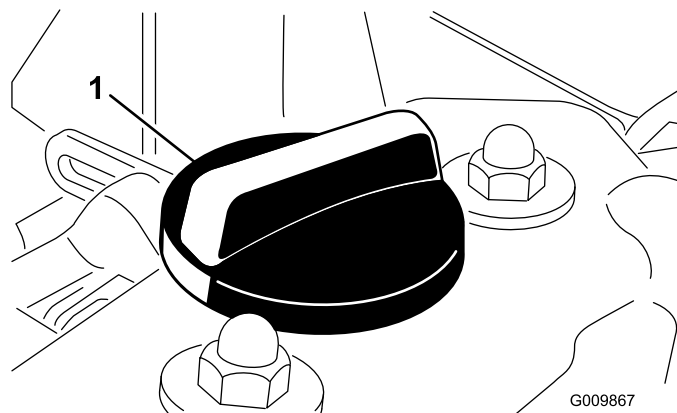

図 24
4. 不足している場合は、キャップ（図 24）を取り、Full 位置までオイルを補給する。入れすぎはよくない。